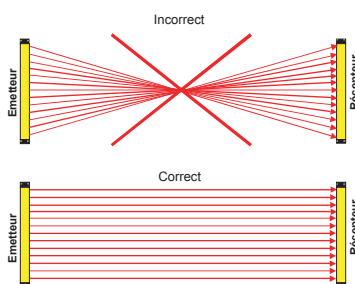

Figure 10 : Emplacement de l'émetteur / récepteur
2. Vérifier que l'émetteur et le récepteur sont orientés dans la même direction. Ainsi, les commandes de l'émetteur et du récepteur doivent être situées du même côté du champ de protection. Il est interdit de monter le GuardShield Safe 4 à un angle de 180° (Figure 10).
1. Monter l'émetteur et le récepteur en utilisant les consoles réglables. Vérifier que les axes longitudinaux des deux composants sont parallèles l'un par rapport à l'autre. Vérifier que l'émetteur et le récepteur sont orientés dans la même direction. Ainsi, les commandes de l'émetteur et du récepteur doivent être situées du même côté du champ de protection. Il est interdit de monter le GuardShield Safe 4 à un angle de 180° (Figure 10).